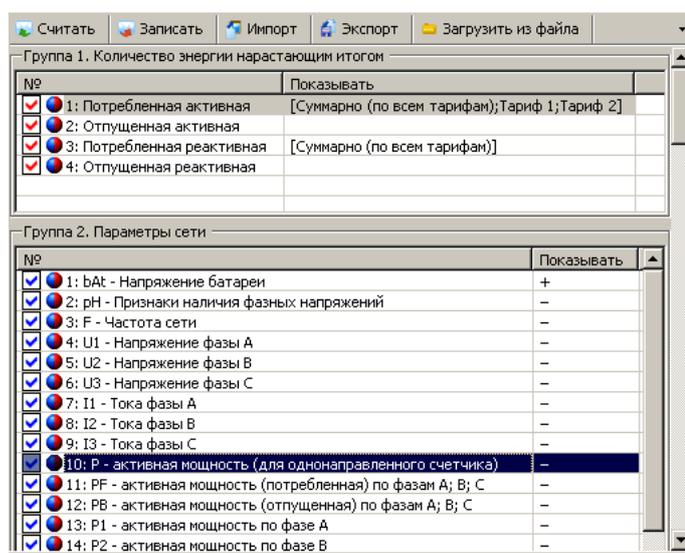

Рисунок 7.19 – Окно раздела «Конфигурация» → «Вывод на ЖКИ»
- перейти в раздел «Конфигурация» → «Вывод на ЖКИ» и составить списки индицируемых на ЖКИ параметров (*LIST1-LIST6**). Списки параметров *LIST1-LIST6** позволяют выбрать для просмотра параметры соответственно из шести первых групп. Для групп 1, 4 и 6 выбираются индицируемые значения для каждого направления учета, для остальных указывается показывать («+») или не показывать («-») конкретные кадры (рисунок 7.19).
- перейти в раздел *«Конфигурация»* → *«Вывод на ЖКИ»* и составить списки индцируемых на ЖКИ параметров (LIST1-LIST6*). Списки параметров LIST1-LIST6* позволяют выбрать для просмотра параметры соответственно из шести первых групп. Для групп 1, 4 и 6 выбираются индцируемые значения для каждого направления учета, для остальных указывается показывать («+») или не показывать («-») конкретные кадры (рисунок 7.19).